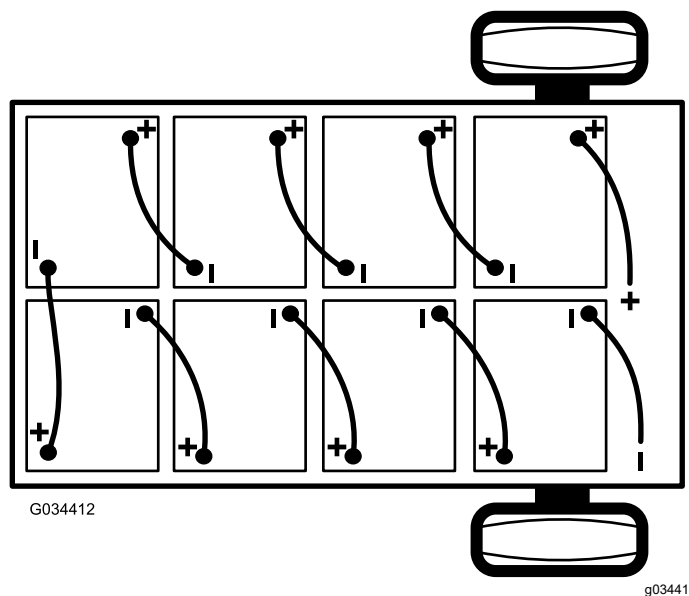

图 38
2. 断开将电池盒连接至机器接地点的主负极电池接线黑色 图 38。
3. 断开将电池盒连接至机器主接触器的主正极电池接线红色 图 38。
注意 安装新电池时要注意电池的极性 图 38。
6. 使用步骤 1 中卸下的电池互连线如 图 38 所示将电池连接到一起。
2. 连接电池盒与机器之间的的主正极电池接线红色 图 38。
3. 连接电池盒与机器之间的的主负极电池接线黑色 图 38。